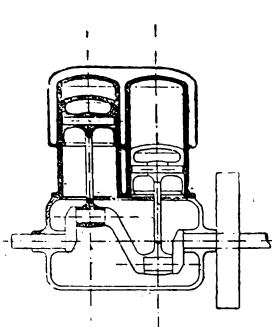

Fig. 20. — Motore a due cilindri con manovella a 180°
1.° con l'asse a gomito a 180° (fig. 20), chiamato allora *galoppante*, in modo che mentre un pistone scende l'altro sale, ed abbiamo un giro dell'asse con due scoppi e l'altro giro senza fase utile, perchè mentre un cilindro ad esempio fa la compressione, l'altro fa l'aspirazione e quindi le fasi dell'uno si susseguono a quelle dell'altro coll'intervallo di una corsa.